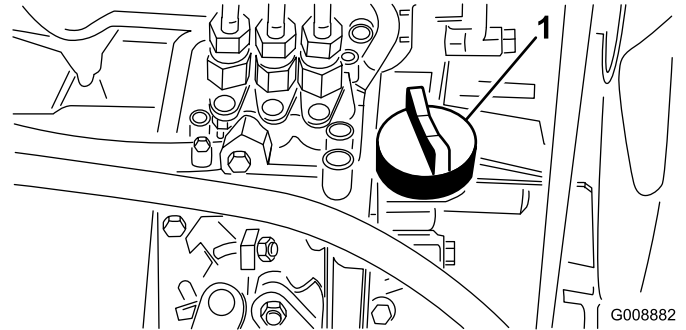

Bild 18
4. Entfernen Sie bei niedrigem Ölstand den Ölfülldeckel (Bild 18), gießen langsam kleinere Ölmengen ein und prüfen den Stand regelmäßig, bis die „Voll“-Marke am Peilstab erreicht wird.